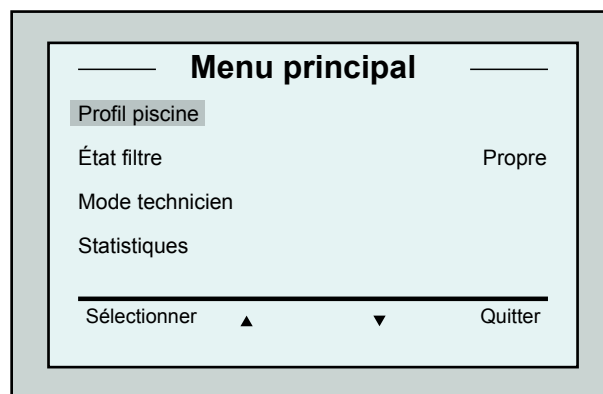

Figure 6 : Menu principal
2. Appuyez sur **Menu** pour accéder au *Menu principal* (Figure 6).